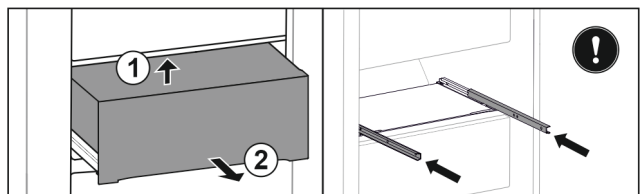

Fig. 124
- ▶ Повдигнете чекмеджето отдолу отзад. Fig. 124 (1)
- ▶ Извадете чекмеджето напред. Fig. 124 (2)